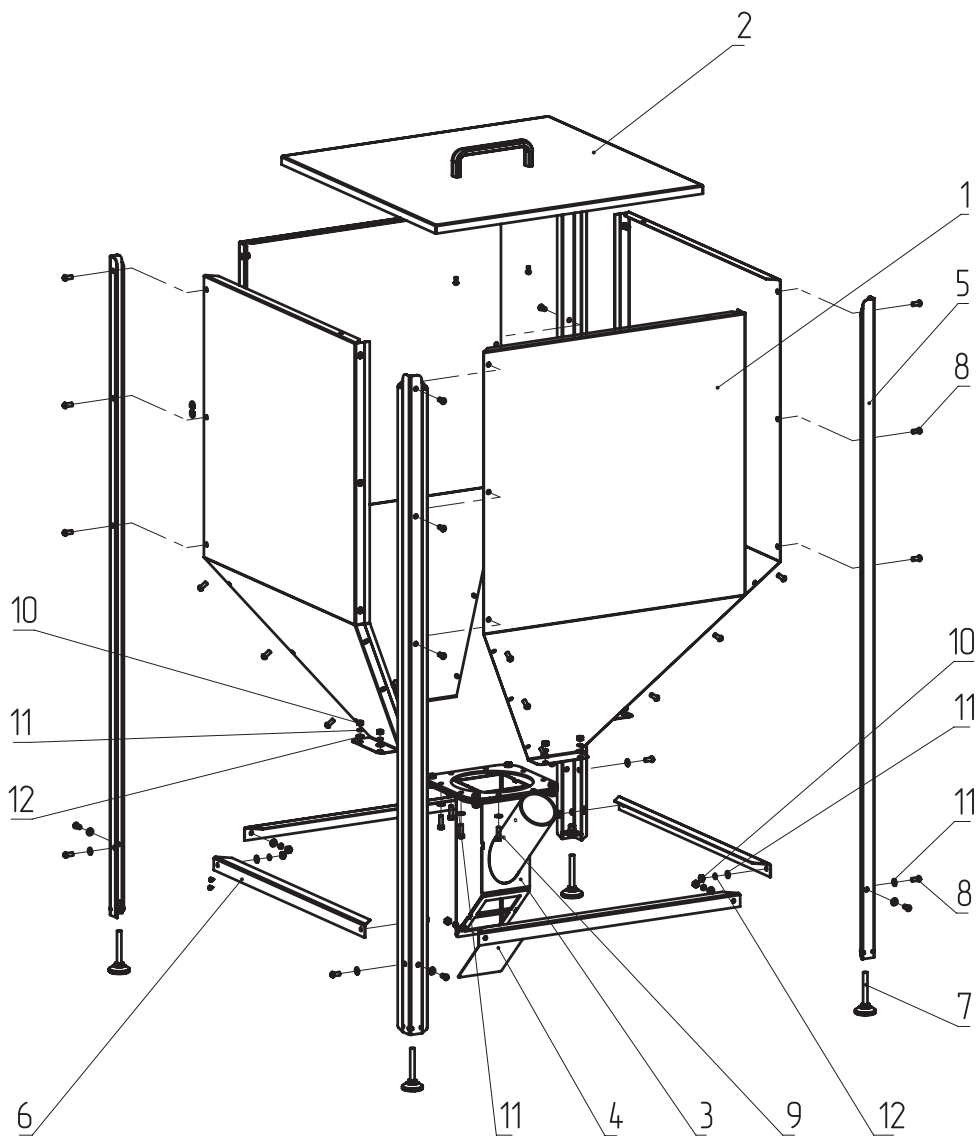

Рис. 8 Порядок сборки топливного бункера
- Поочередно скрепите четыре стенки бункера (**Рис. 8, поз. 1**) и ножки бункера (**Рис. 8, поз. 5**) друг с другом с помощью винтов (**Рис. 8, поз. 8**);
- Прикрутите приемную горловину (**Рис. 8, поз. 3**) к бункеру в следующей последовательности:
1. Болт (**Рис. 8, поз. 9**);
2. Шайба (**Рис. 8, поз. 11**);
4. Шайба (**Рис. 8, поз. 11**);
5. Пружинная шайба (**Рис. 8, поз. 12**);
6. Гайка (**Рис. 8, поз. 10**);
- Скрепите ножки бункера поперечными перекладинами (**Рис. 8, поз. 6**) между собой в следующей последовательности: винт (**Рис. 8, поз. 8**), шайба (**Рис. 8, поз. 11**), ножка бункера, поперечная перекладина (**Рис. 8, поз. 6**), шайба (**Рис. 8, поз. 11**), пружинная шайба (**Рис. 8, поз. 12**), гайка (**Рис. 8, поз. 10**).
- Вкрутите регулировочные болты ножек (**Рис. 8, поз. 7**) и переверните топливный бункер, установив его на ножки;
- Отрегулируйте длину каждой ножки с помощью регулировочных болтов (**Рис. 8, поз. 7**), чтобы бункер устойчиво стоял на поверхности в месте его установки;
- Установите люк прочистки (**Рис. 8, поз. 4**) и крышку бункера (**Рис. 8, поз. 2**) на место.
- После завершения правильной установки механизма подачи топлива необходимо зафиксировать приемную горловину топливного бункера (**Рис. 8, поз. 3**) с помощью болтов (**Рис. 8, поз. 9**), и соединить механизм подачи с топливным бункером с помощью цепочки с крючками (**Рис. 3, поз. 7**).